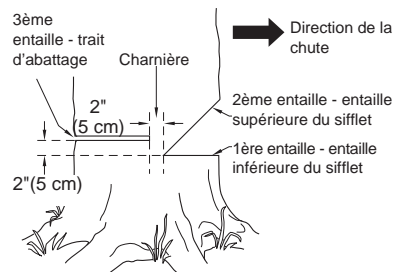

Figure 19 - Coupe d'une branche
1. Faire la première entaille à 15 cm (6 po) du tronc, sur le dessous de la branche. Utiliser le haut de la guide-chaîne pour faire cette entaille. Couper sur 1/3 du diamètre de la branche (voir la Figure 19).